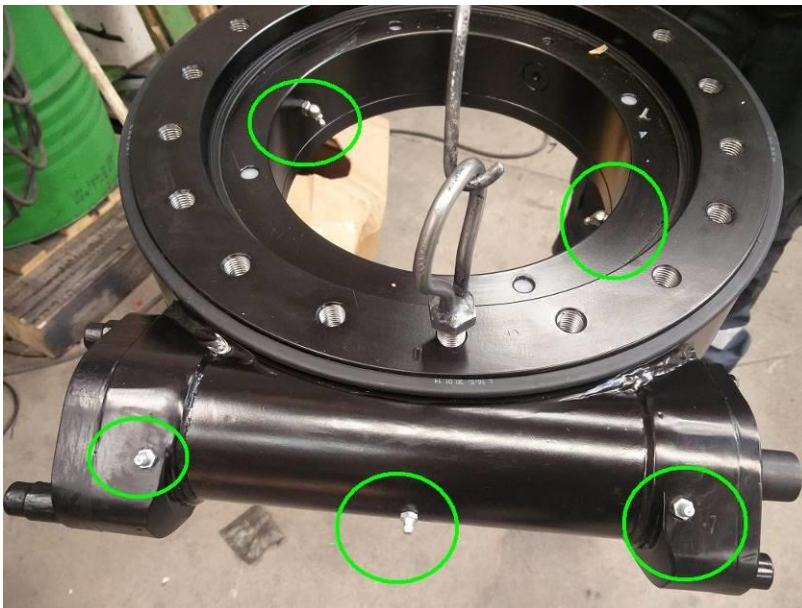

Bild 12. Svänglagrets smörjningspunkter. Bild från ovan.
Svänglagern måste smörjas varje månad, enligt servicetabellen. Det är viktigt att komma ihåg att det finns fem (5) smörjningspunkter på svänglagern (se bild 12 nedan) som måste smörjas en i sänder. Smörjnippel som befinner sig utanför svänglagern är kopplade till växeln och dess lager. Två (2) smörjnippel innanför svänglagern är i kontakt med svänglagerns kullager. Det lättaste sättet att smörja dessa två nippel är genom öppningen i botten av chassit.